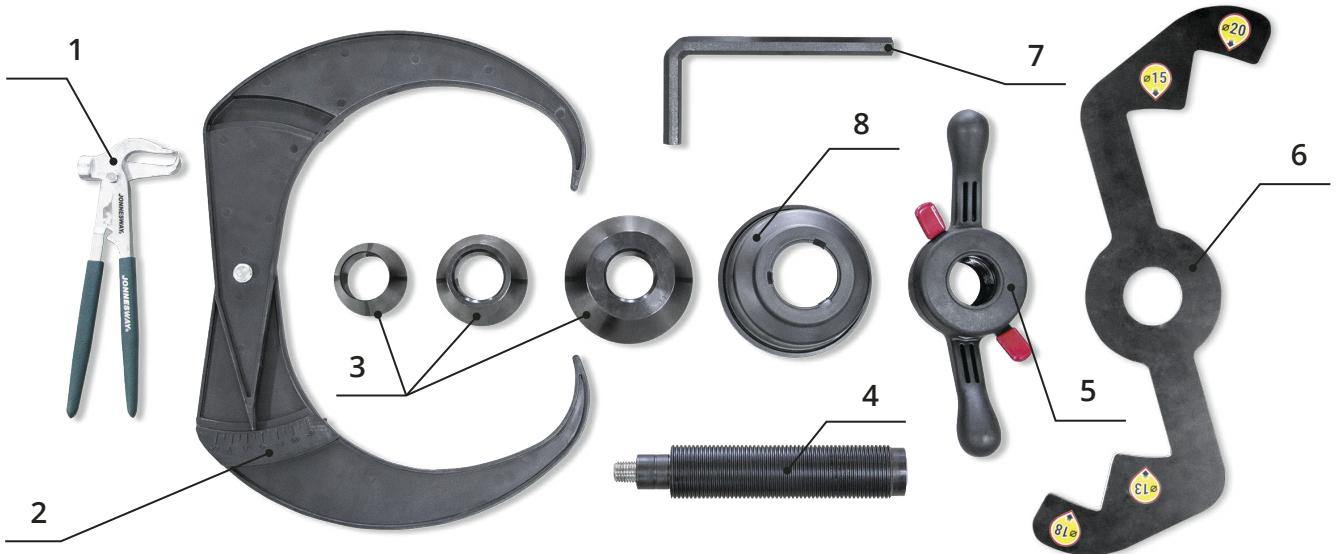

**Рис. 1. Внешний вид стенда.**
**4.1** Конструктивно стенд колес представлен совокупностью агрегатов и узлов, смонтированных в соответствии с функциональными связями в металлическом корпусе, установленном на плоском основании с выполненными отверстиями для жёсткого закрепления стендов на полу, что обеспечит снижение уровня вибрации и точное выполнение операции балансировки. Внешний вид стендов приведен на **рис. 1**, комплект поставки приведен на **рис. 2**.
**4.4** В верхней части правой стороны корпуса расположен шпиндель стендса, в котором установлен на подшипниках вал шпинделя с упорной шайбой. Центровка балансируемого колеса осуществляется одним конусом балансировочных (**рис. 1, 2**) по центральному посадочному отверстию колеса, колесо закрепляется быстросъёмной гайкой.